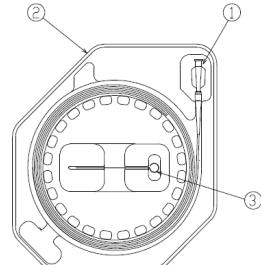

図2. 製品各部名称
- 1) 本品(図2、 )をケース(図2、 )から取り出す際は、コネクター部よりゆっくりと取り外して下さい。
- 2) 先端形状付けを行う際は、本品付属のフォーミングワイヤ(図2、 )を用いて以下の3)から6)の手順で準備して下さい。